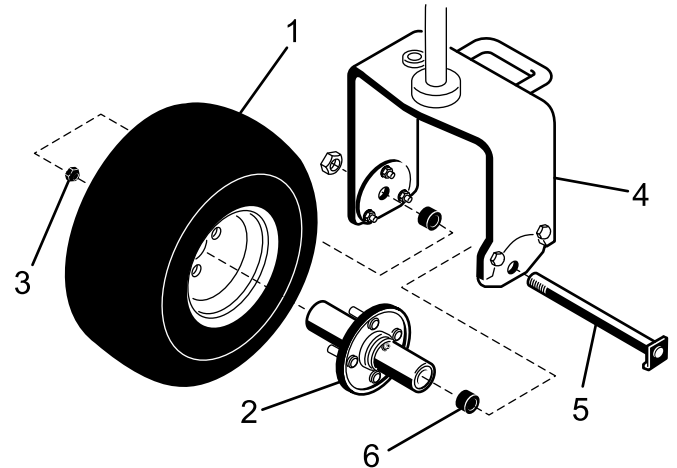

Figura 3
- Monte el cubo de la rueda en la llanta de la rueda trasera con 4 tuercas de montaje (Figura 3). Apriete las tuercas a 95-122 Nm.
- Retire el perno y la contratuerca de los taladros de montaje de la rueda en la horquilla trasera (Figura 3).
- Coloque la parte curva de la cabeza del perno debajo del borde inferior de la placa adaptadora (Figura 3). Instale y apriete la contratuerca para fijar la rueda a la horquilla. No apriete demasiado la contratuerca porque la rueda debe girar libremente.